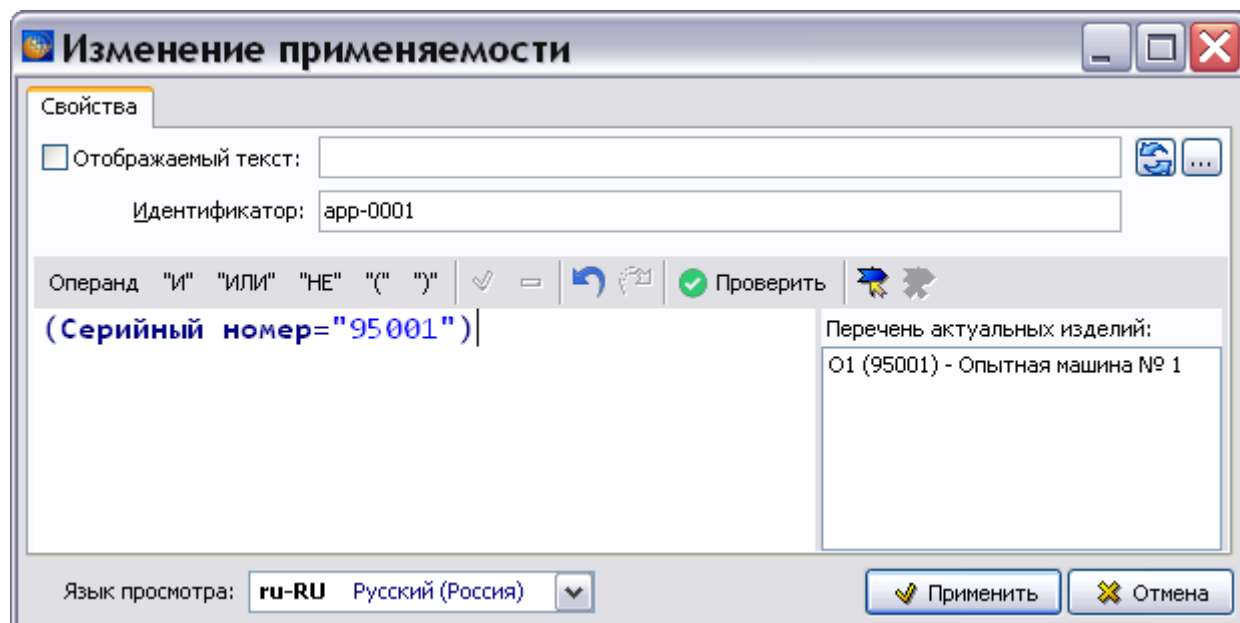

Рис. 22.52
- Нажмите на кнопку **Применить**. В окне **Изменение применяемости** отобразятся введенные данные (Рис. 22.52).